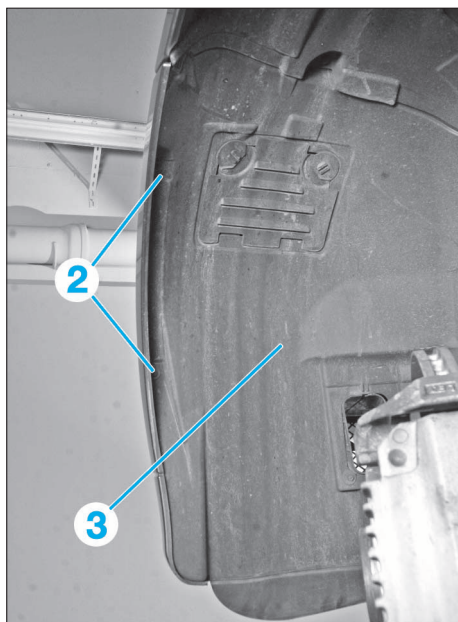

FIG. 28
• Déposer les vis (2) d'habillage de passage de roue (3) (Fig.28). Soulever l'habillage de passage de roue et le mettre sur le côté.